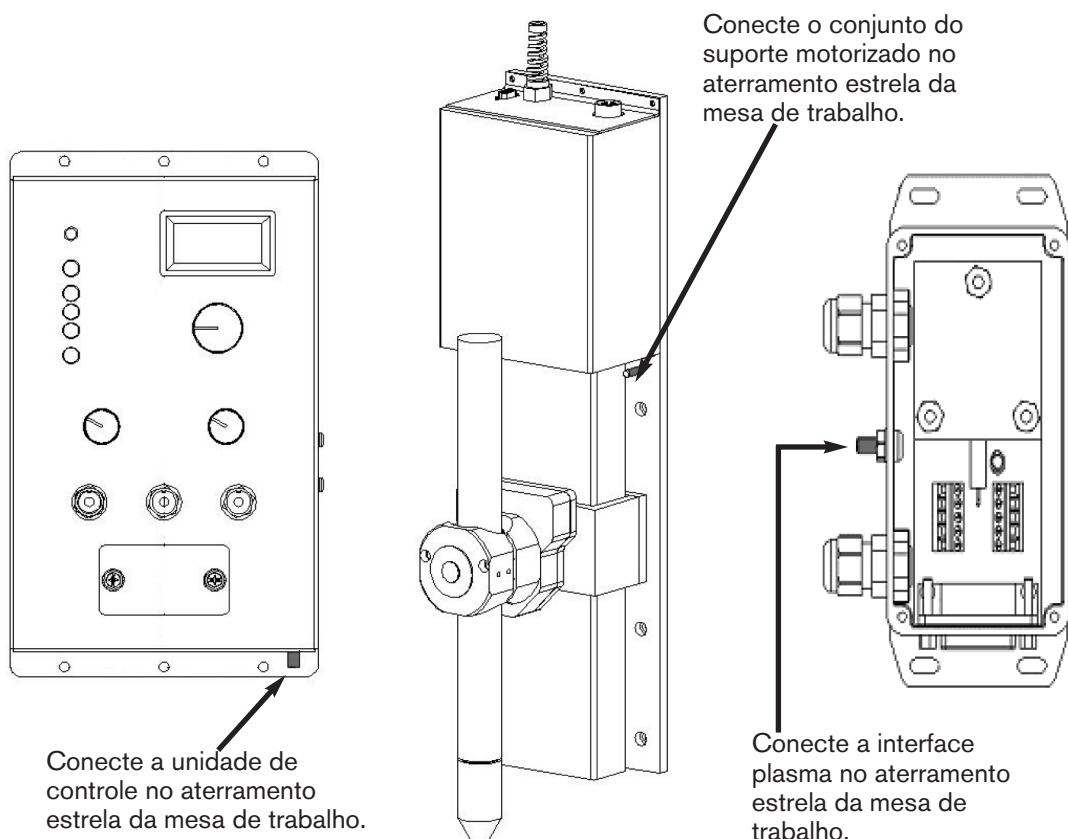

Figura 13: Aterramento do sistema
Install protective earth (PE) grounding cables to the three PHC components (control unit, lifter, and plasma interface), as shown. Instale os condutores-terra de proteção (PE) nos três componentes do PHC (unidade de controle, suporte motorizado e interface plasma), conforme mostrado na Figura 13. O aterramento deve estar em conformidade com os requisitos elétricos locais e nacionais.